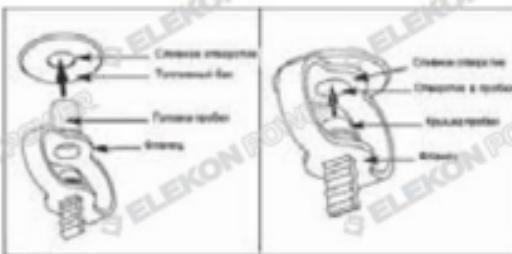

Рис. 6. Установка сливной пробки
3. Установите пробку сливного отверстия на место как показано на рис. 6: